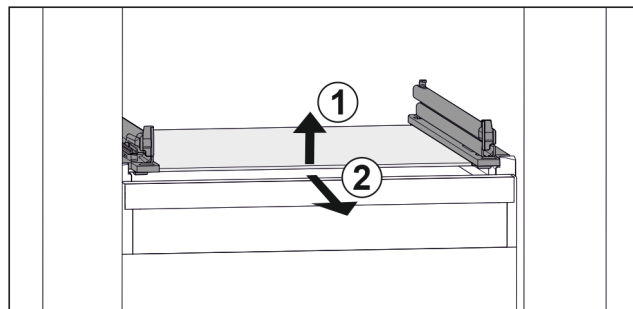

Fig. 124 玻璃隔板例图
- ▶ 抬起玻璃隔板前部。 Fig. 124 (1)
- ▶ 向前取出玻璃隔板。 Fig. 124 (2)